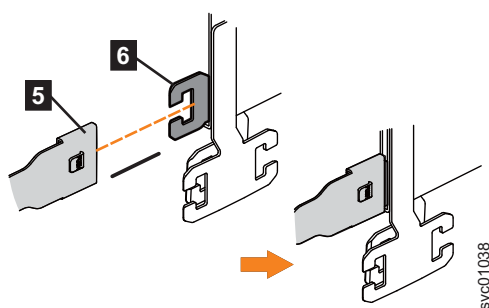

Figura 76. Fijar el conector de riel de soporte del CMA superior al riel de soporte derecho
4. Fije el conector de riel de soporte del conjunto de CMA superior (**5**) a la base de conector en el riel de soporte derecho (**6**), como se muestra en la Figura 76.